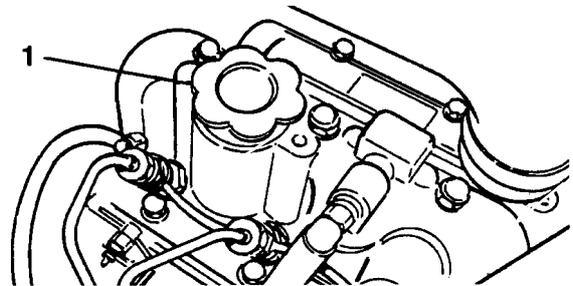

Fig. 2
3. Se l'olio è basso, togliere il tappo di riempimento (Fig. 2) e rabboccare lentamente con piccoli quantitativi di olio, controllando di frequente, fino alla tacca di pieno (FULL) sull'asta.